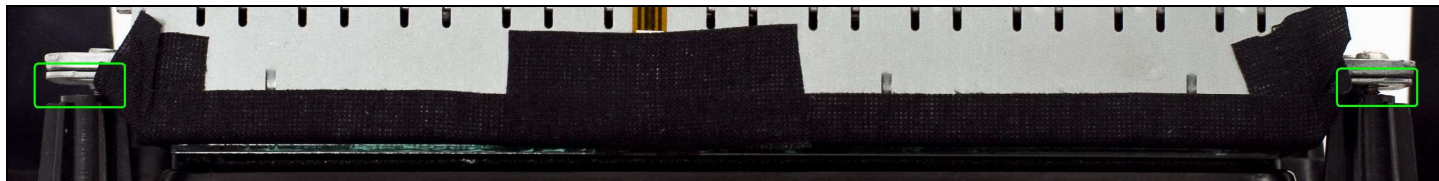
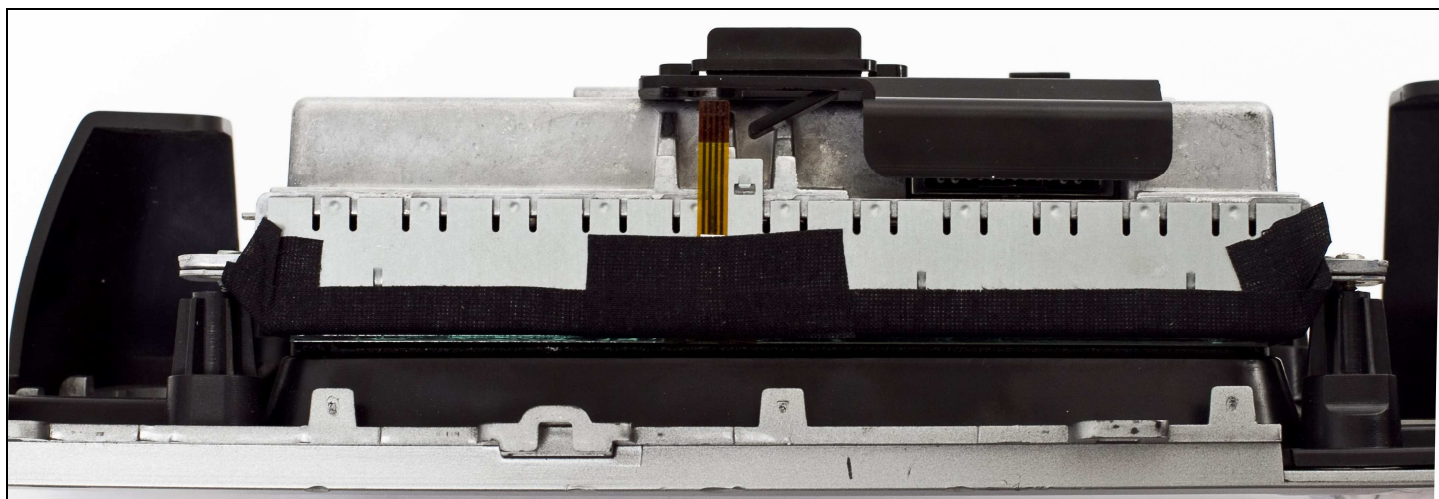

Рисунок 16
Рисунок 17
10. При монтаже дисплея к пластиковой рамке следует подложить набор шайб в образовавшийся зазор (**рис. 16**), между металлической рамкой дисплея и крепежными выступами пластиковой рамки, во избежание пережатия или повреждения тач стекла. После монтажа, закрепите шлейф от тач стекла на корпусе дисплея, при помощи тряпичной изоленты (**рис. 17**).